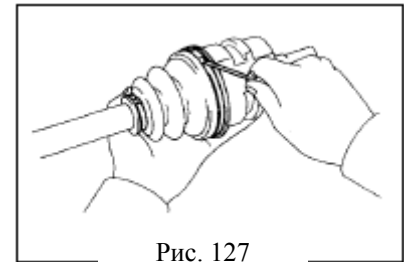

Рис. 127
15. Отсоедините большой хомут внутреннего ШРУСа с помощью отвертки(рис. 127)